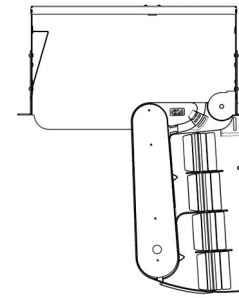

Рисунок 6
2.1 Повернуть в горизонтальной плоскости монтируемый модуль против часовой стрелки на оси. Потянув на себя, извлечь из посадочного места модуль путем поворота в горизонтальной плоскости на 90 градусов (рисунок 6).